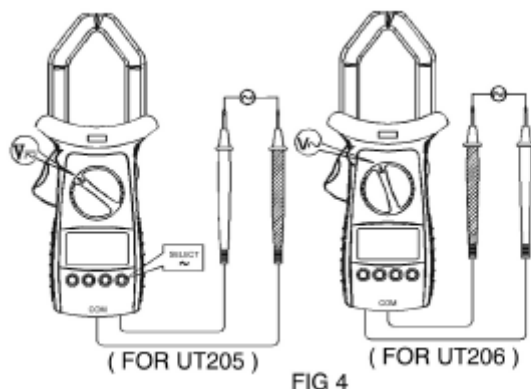

FIG 4
B. Masurare tensiune alternativa (AC) (vezi fig.4)